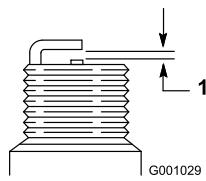

Figure 57
7. Réglez l'écartement des électrodes de la nouvelle bougie à 0,76 mm (Figure 57).